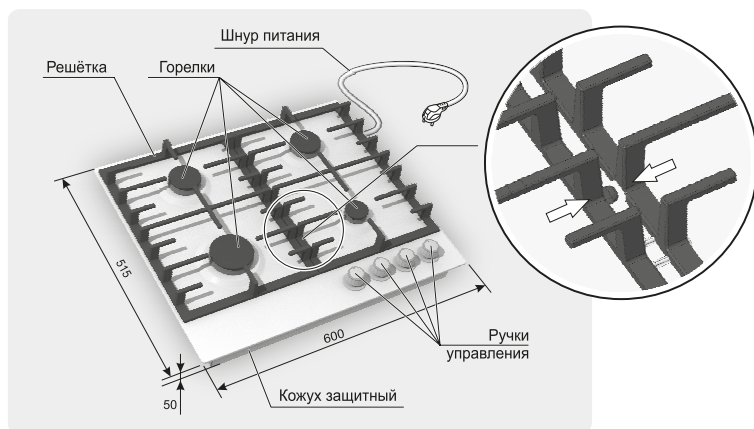

Рис. 3 МОДЕЛЬ ПВГ 1214; -01
**ВНИМАНИЕ!** Правильное расположение решеток изображено на рис. 3.